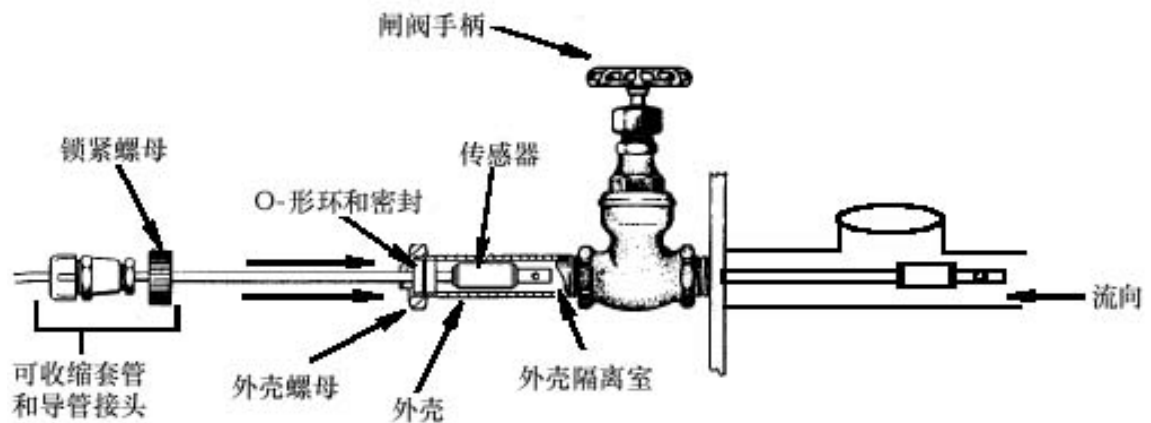

图 10、插入式传感器安装到闸阀和工艺系统里
11、将闸阀插入式传感器插到外壳隔离室里，直到 O-形环和密封就位到外壳的端部（见图 10）。